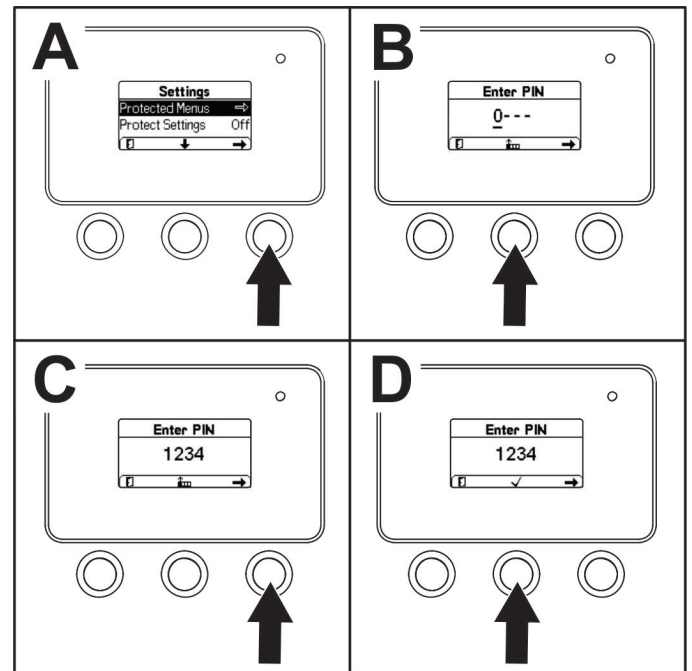

Figura 14
2. No menu de DEFINIÇÕES, utilize o botão central para ir até ao menu PROTEGIDO e prima o botão direito (Figura 14).